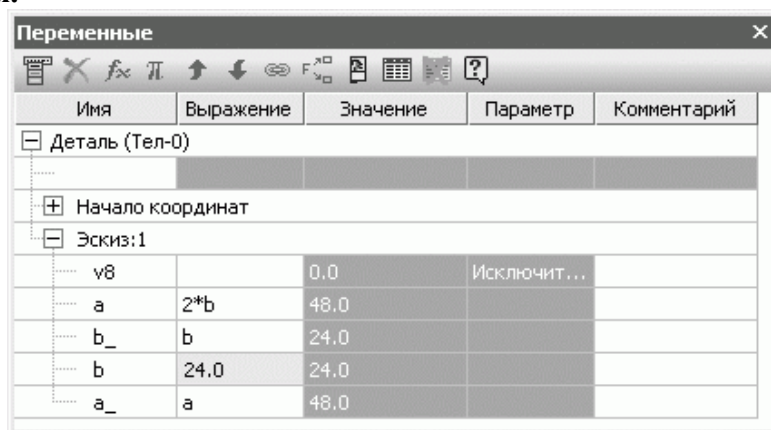

Рис. 3.47. Задание выражения для переменной
3. Если вы сейчас измените значения этих переменных, то объект перестроится, но не сохранит форму квадрата. Это объясняется тем, что переменные пока не связаны между собой. Чтобы задать определенную зависимость между ними, в столбце Выражение редактора формул напротив переменной a введите выражение $2*b$ (рис. 3.47). После этого можете изменять значение переменной b параметризованного эскиза, и при этом квадрат будет правильно перестраиваться.